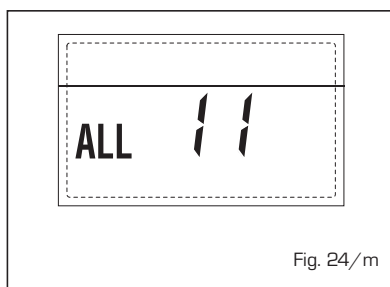

Fig. 24/m
- **ANOMALÍA CONFIGURACIÓN "ALL 12"** (fig. 24/n)